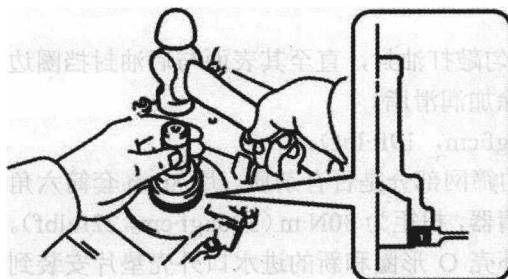
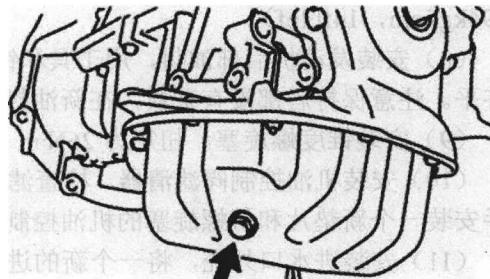

图 1-27 安装正时链条箱油封
图 1-28 安装油底壳排放塞
- (15) 安装凸轮轴正时齿轮总成。
- (16) 安装凸轮轴正时链轮。
- (17) 安装凸轮轴轴承，安装凸轮轴。
- (18) 安装链条，安装曲轴正时链轮。
(19) 安装正时链条箱油封，如图 1-27 所示，用工具敲入一个新油封，直至其表面与正时链盖边缘齐平，在油封唇部涂抹一薄层润滑脂。注意保持唇部没有杂质，不要有角度地敲打油封，确保油封边缘没有伸出正时链盖。
- (20) 安装正时链盖。
- (21) 安装带 V 形加强筋的带张紧轮。
- (22) 安装油底壳。
- (23) 安装油底壳排放塞，如图 1-28 所示。